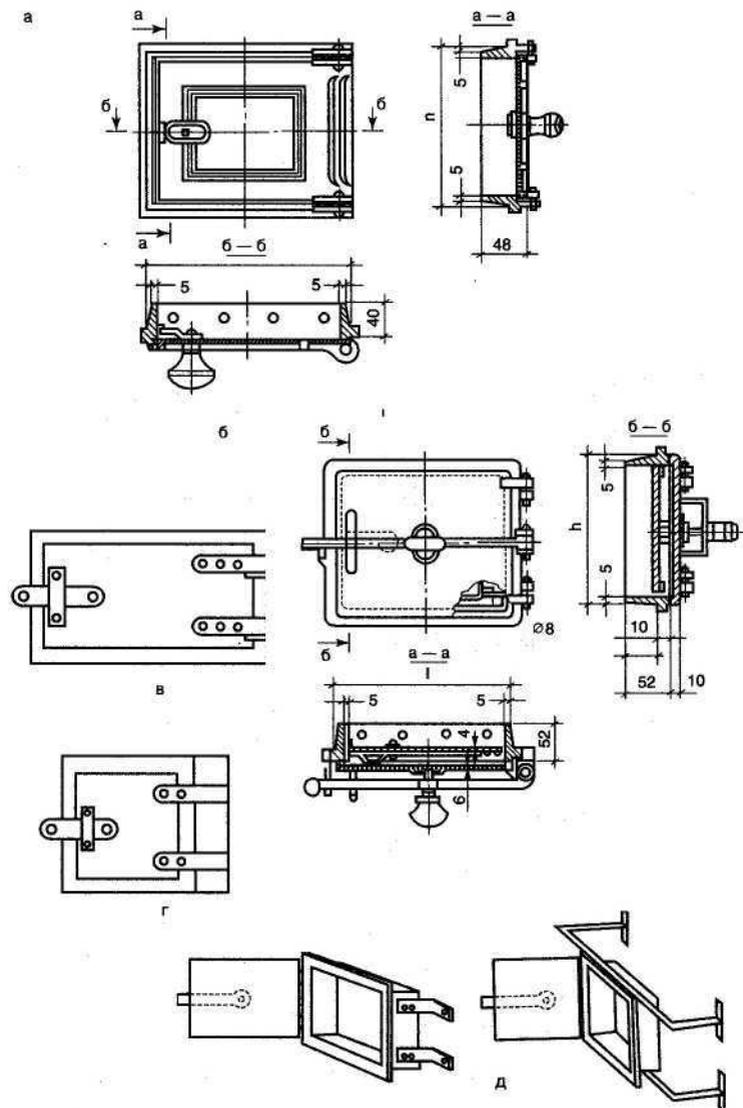

Рис. 48. Печные дверцы (размеры в мм):
**Печные дверцы** (рис. 48), как и любые двери, состоят из полотна и коробки (рамка), соединенных петлями; дверцы оборудованы обычно щеколдами. Крепится рамка к кирпичной кладке металлическими лапками-кляммерами.